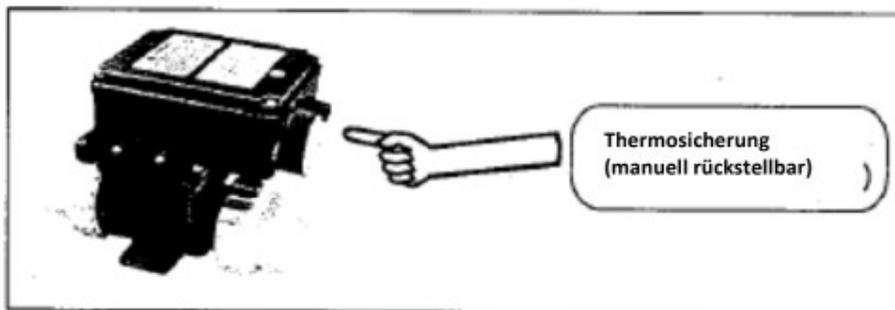

Fig. 6
**c.** Le bouton de réinitialisation est caché pendant le fonctionnement normal. Si la température dépasse 60 °C, le bouton de réinitialisation apparaît, vous permettant de réduire la température. Le thermostat ne revient à sa position initiale qu'après la résolution du problème. Pour ce faire, retirez le couvercle du bouton de réinitialisation manuelle et appuyez sur le bouton de réinitialisation (Fig. 6).